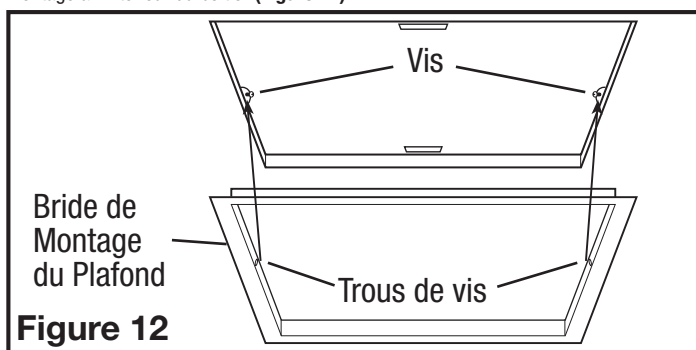

Figure 12
5. Installez la bride de montage au plafond pour couvrir tous les espaces qui existent entre le boîtier et le plafond fini. Retirez les deux vis qui relient la bride de montage au boîtier. Placez un scellant (non fourni) sur le bord intérieur de la bride de montage au plafond pour assurer que la bride est scellée au plafond. Alignez les trous de vis dans la bride de montage au plafond avec les trous de vis à l'intérieur du boîtier et appuyez la bride en place afin qu'elle soit bien serrée contre le plafond. Réinstallez les vis de la bride de montage à l'intérieur du boîtier (Figure 12).